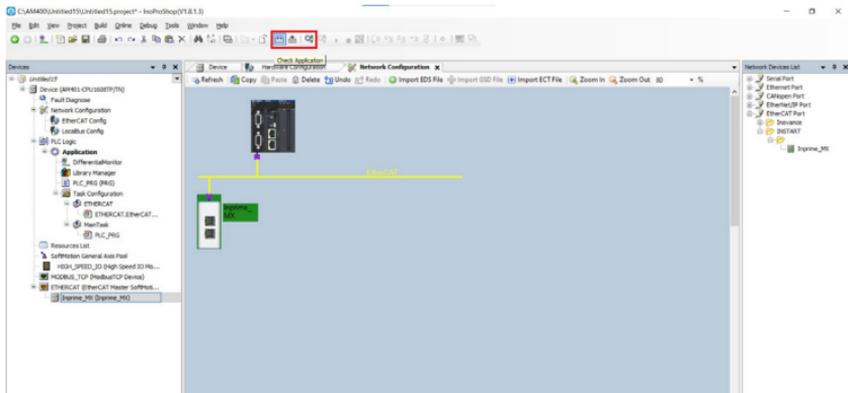

Рисунок 6.8 – Проверка и подключение устройства
7) После того, как устройство появилось в поле проекта, нажмите на верхней панели кнопку «Check Application», затем «Build» и «Login» (рис. 6.8), после чего нажмите «Start».